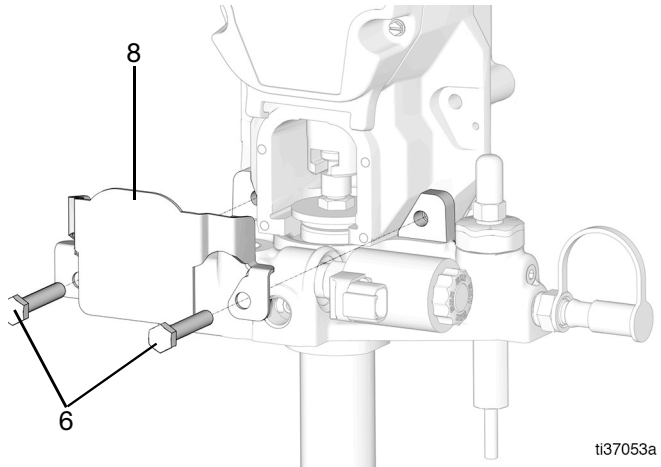

Рис. 71
31. Поместите защитную крышку (8) на место и зафиксируйте два болта (6) и гайки (7) (не изображены) (Рис. 71).